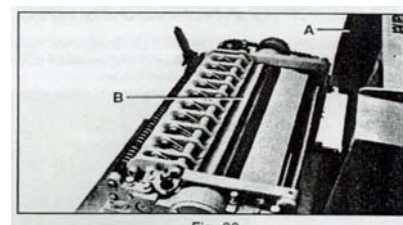
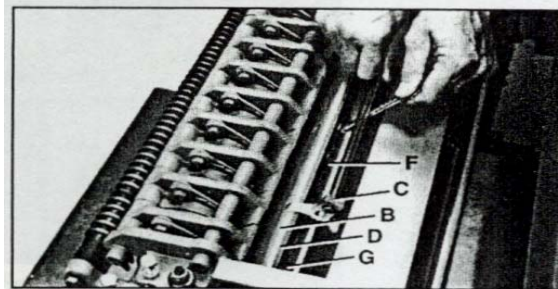

Fig. 33
Fig. 34
2. Вывинтить фиксирующий винт и поднять крышку А, рис. 33 открывающую фрезерную головку.
3. Осторожно установить шаблон установки ножей С, рис.33 и 34 на закругленной поверхности фрезерной головки В. При правильной установке нож D, рис. 34 и 35 должен касаться дна углубления Е, рис. 35 шаблона С углубленного на 1,8 мм. Остальные два ножа устанавливаются аналогично.
4. При необходимости регулировки установки одного или всех трех ножей слегка ослабить затяжку десяти прижимных винтов, шесть из которых показаны как F на рис. 34 и 35, на величину достаточную, чтобы снять давление с фрезерной головки В, не нарушив установку ножа.
5. Не снимая шаблон С, рис. 34 и 35 с головки продолжить регулировку ножа подлежащего установке в первоначальное положение, для чего повернуть десять винтов крепления ножа ПО ЧАСОВОЙ СТРЕЛКЕ до освобождения прижимной планки G. Подпорные пружины ножа автоматически приподнимут его до контакта с шаблоном С. Затем затянуть прижимную планку G, повернув все десять винтов F ПРОТИВ ЧАСОВОЙ СТРЕЛКИ. **ВНИМАНИЕ!** На этот раз затяните винты прижимной планки G ровно настолько, чтобы удержать нож D на месте установки в щели фрезерной головки.
2. Осторожно установить шаблон установки ножей С, рис. 34 на закругленной поверхности фрезерной головки В, рис. 35.
3. Ослабить затяжку прижимной планки G, рис. 34 и 35, повернув десять зажимных винтов, шесть из которых показаны на рисунке как F, ПО ЧАСОВОЙ СТРЕЛКЕ; осторожно вынуть из фрезерной головки планку G, нож D и пружины (не показаны) под ножом. Остальные ножи снимаются аналогично.